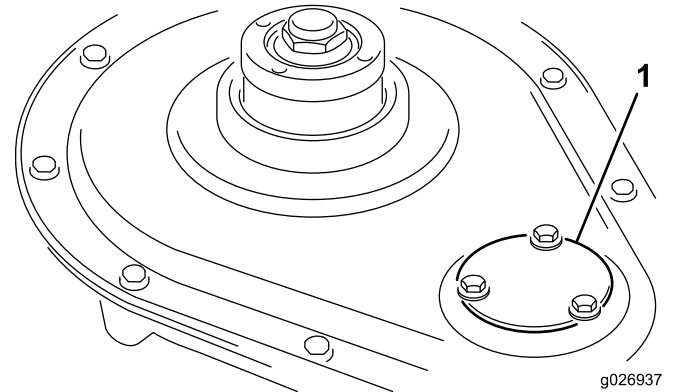

Figure 15
3. Déposez le couvercle du pignon de cylindre (Figure 15).